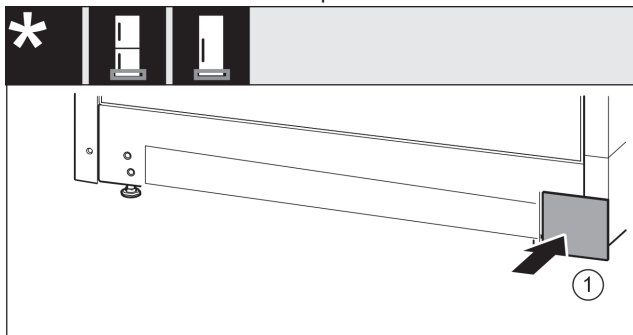

Fig. 37
- ▶ Aseta suojus takaisin paikoilleen toisella puolella. *Fig. 37 (1)*